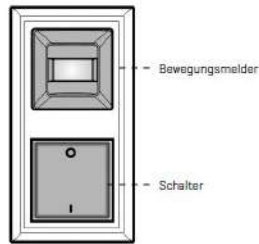

Abb. 7 Einstellungen
- * Funktionsschalter: Auf mittlere Position AUTO (Abb. 7)